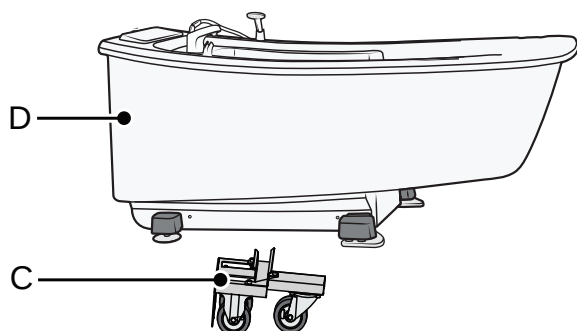

Figure 10
Assurez-vous que la paire de roues (C) du chariot est orientée vers le côté lourd de la baignoire (D). Voir Figure 10.